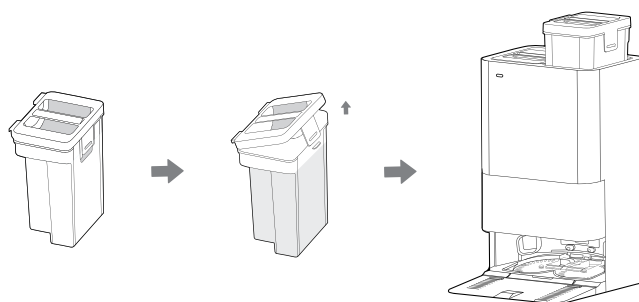

fig. 5
10. Avant de commencer la première session de nettoyage, retirez le réservoir d'eau propre sur le côté droit, ouvrez le couvercle, ajoutez l'eau propre avec du détergent Hoover (35602971-DETHHOOV) [fig. 5]